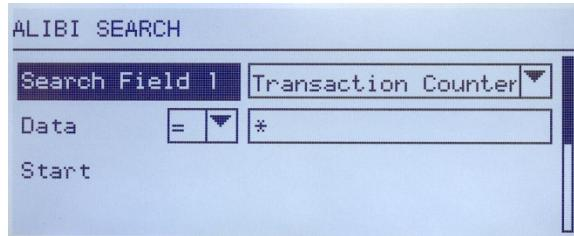

Figure C-1 : Écran de Recherche Alibi
2. L'écran Recherche s'affiche. La Figure C-1 présente le Champ Recherche 1 - le premier des deux écrans de recherche de la mémoire Alibi. Veuillez noter la barre de défilement à droite qui